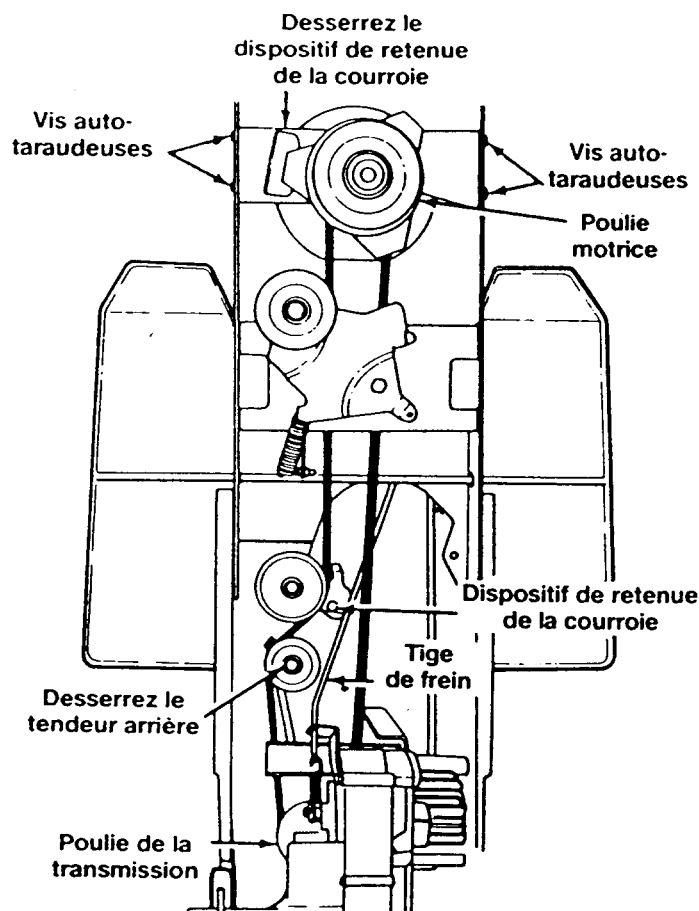

Figure 20
REMPACEMENT DE LA COURROIE D'ENTRAÎNEMENT (Voir la figure 20).
4. Retirez les quatre vis auto-taraudeuses qui retiennent le dispositif de retenue de la courroie sur le châssis à la poulie motrice. Poussez le dispositif de retenue de la courroie vers l'avant pour qu'il ne vous gêne pas. Voir la figure 20.